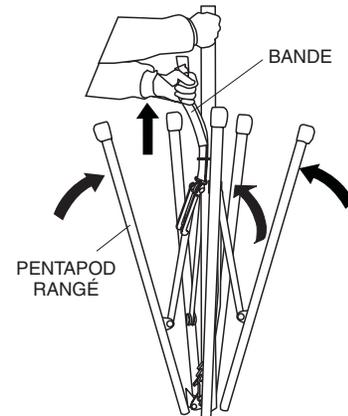

Figure 32. Ranger le Pentapod
- Continuer à tirer vers le haut sur le mât jusqu'à ce que les pattes du pentapod soient entièrement rétractées et sont dans la position de rangement. Voir Figure 32.